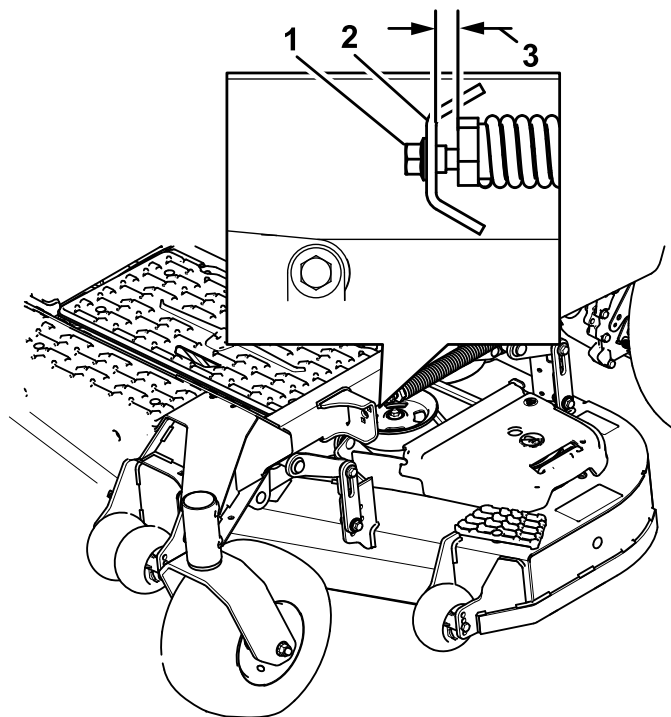

Figura 104
10. Afloje lentamente el tornillo de ajuste del muelle auxiliar de elevación hasta que pueda retirar el tornillo (Figura 104).